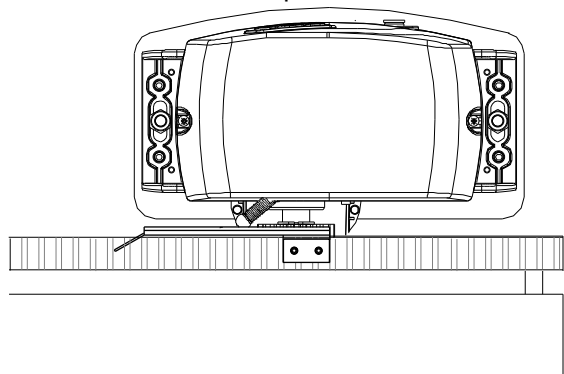
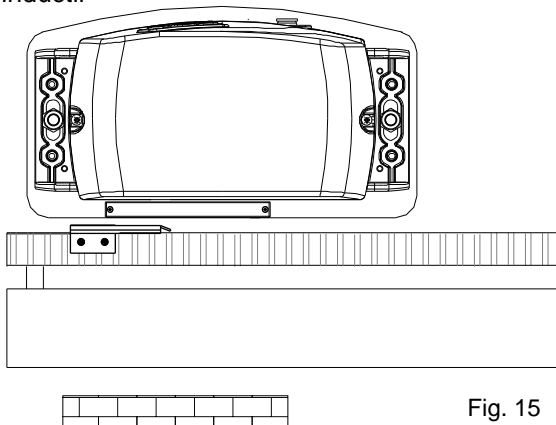
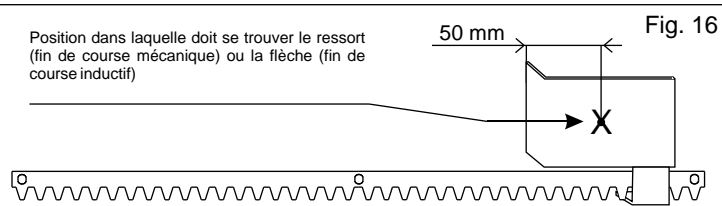
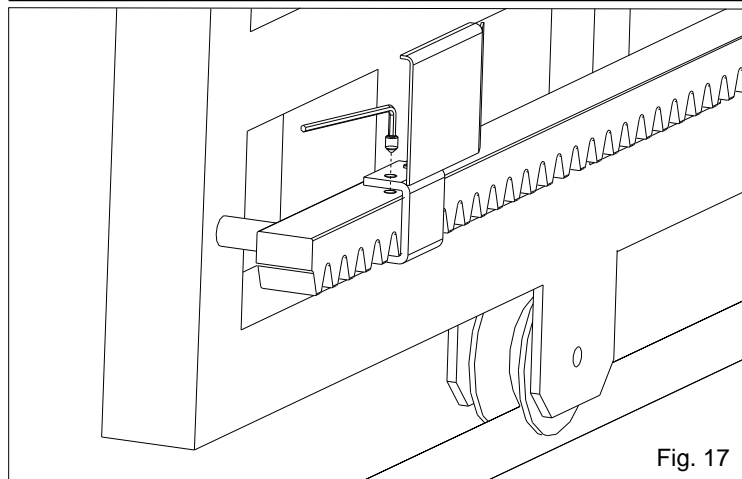

Fig. 14
Fig. 15
Fig. 16
Fig. 17
- Positionner la plaque sur la crémaillère de façon d'avoir le fin de course (doigt en cas de fin de course mécanique (Fig. 14); flèche d'identification positionnée sur le coté supérieur en cas de fin de course inductif (Fig. 15)) en correspondance du point X que se trouve à 50 mm du coté plié de la plaque (Fig. 16) et la fixer avec les vis en dotation (Fig. 17).
- Positionner la plaque sur la crémaillère de façon d'avoir le fin de course en correspondance du point X que se trouve à 50 mm du coté plié de la plaque (Fig. 16) et la fixer avec les vis en dotation (Fig. 17).